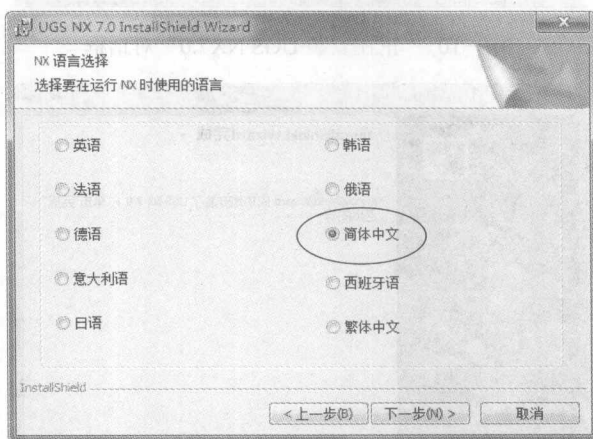

图 1-8 “NX 语言选择”对话框
(8) 弹出“NX 语言选择”对话框，如图 1-8 所示。选择“简体中文”，并单击“下一步”。